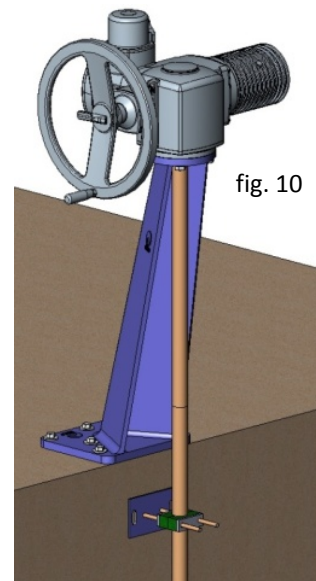

fig. 10
- Possibilità di colonna inclinata (fig. 10).